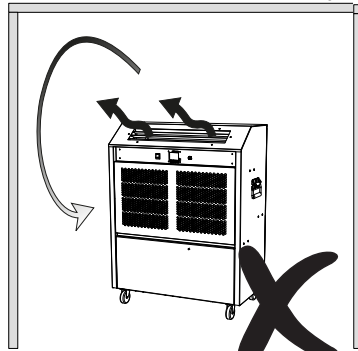

Fig. 4
**Fig. 4:** Zorg ervoor dat de uitlaatlucht niet wordt belemmerd, aangezien de lucht in dat geval rond het apparaat blijft circuleren, wat resulteert in recirculatie en een onjuiste regeling van het apparaat.